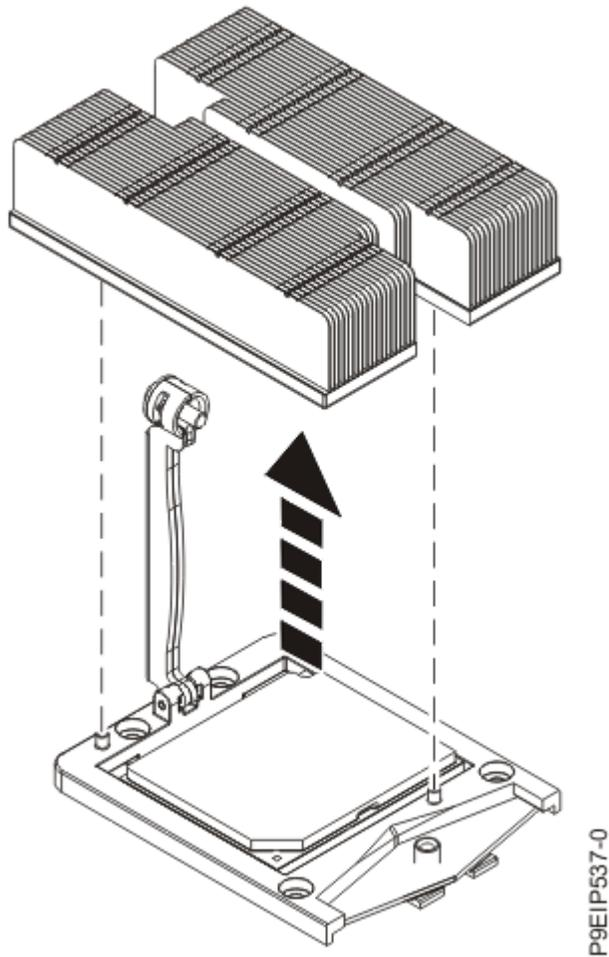

Figura 51. Extracción del disipador térmico
5. Sujete el dissipador térmico y extráigalo levantándolo verticalmente, como se muestra en la Figura 51 en la página 59.